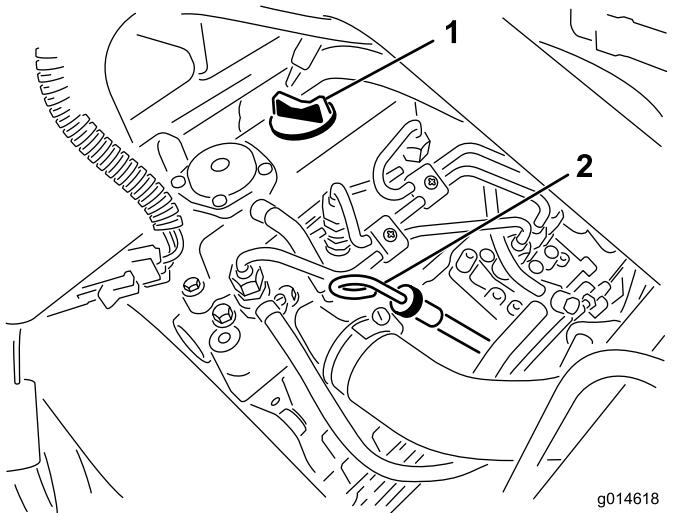

Figura 25
- Retire la varilla y límpiela con un paño limpio (Figura 25).